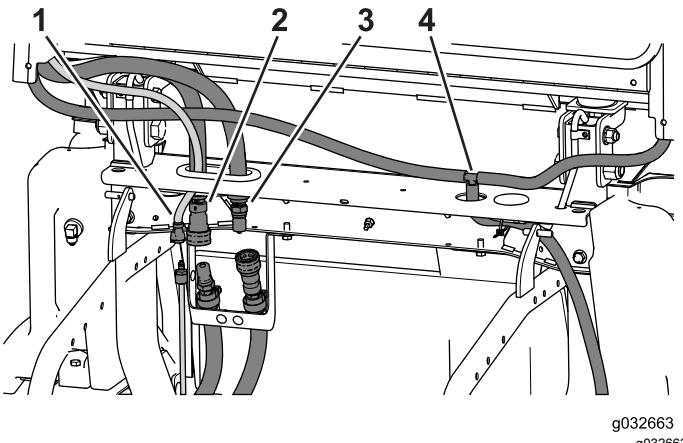

Figure 109
1. Débranchez le tube de lave-glace, le flexible d'alimentation de chauffage et le flexible de retour de chauffage (Figure 109).
2. Enlevez les serre-câbles qui maintiennent le tube de vidange sur la machine (Figure 109).